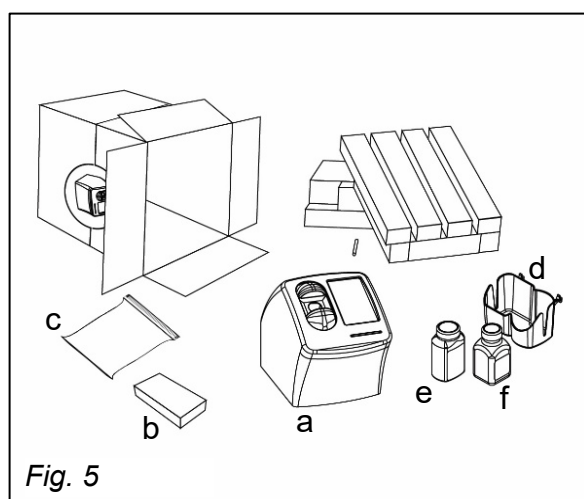

Fig. 5
2.2.4. Coloque a caixa na horizontal (fig. 5)
2.2.5. Deslize o instrumento e a espuma ao redor lentamente para fora da caixa usando o tubo marrom que está entre os painéis de espuma (fig. 5)
2.2.6. Retire a bolsa de acessórios e coloque-a de lado (fig. 5)